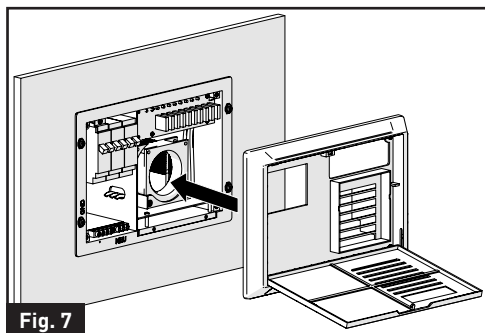
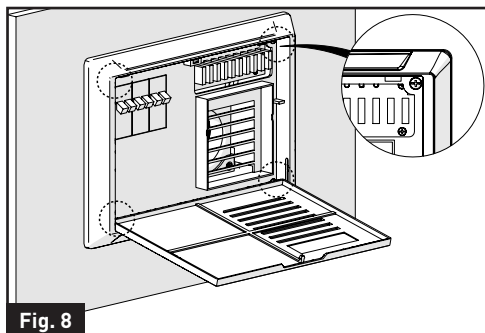

Fig. 7
Fig. 8
8. Remplacez le boîtier dans le centre d'alimentation et serrez les vis aux quatre coins. (Fig. 7 et Fig. 8)